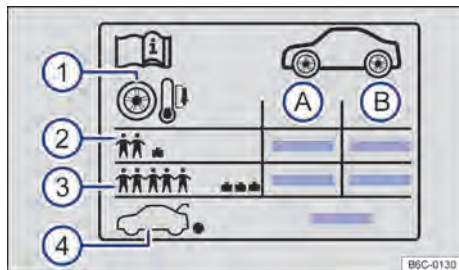

Fig. 210 Etiqueta con las presiones de los neumáticos
Indicaciones en la etiqueta de presión de los neumáticos → fig. 210:
- Adecuar la presión de los neumáticos según la carga del vehículo → fig. 210 ③.